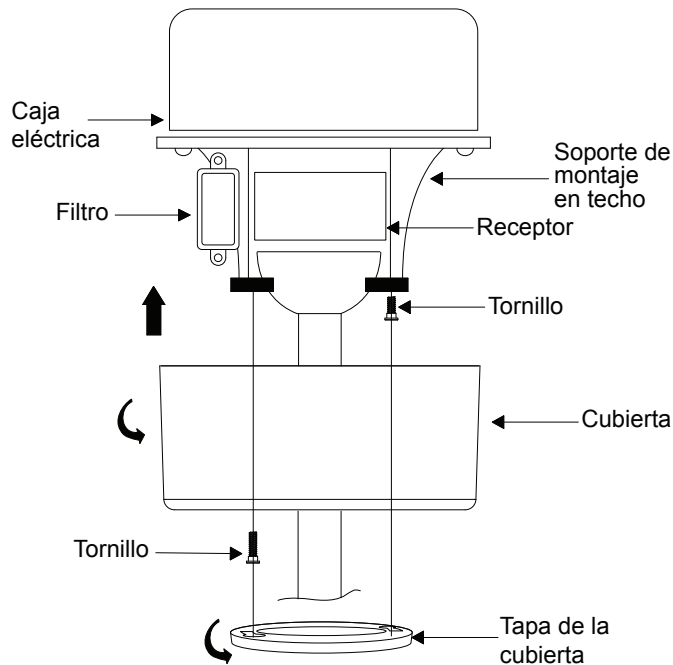

Fig. 15
Paso 2. Desliza la cubierta hacia arriba hasta el soporte de montaje y coloca una de las ranuras con forma de ojo de cerradura sobre el tornillo de montaje en el soporte de montaje. Gira la cubierta hasta que la cabeza del tornillo encaje en su lugar en la sección estrecha del orificio tipo llave. (Fig. 15)